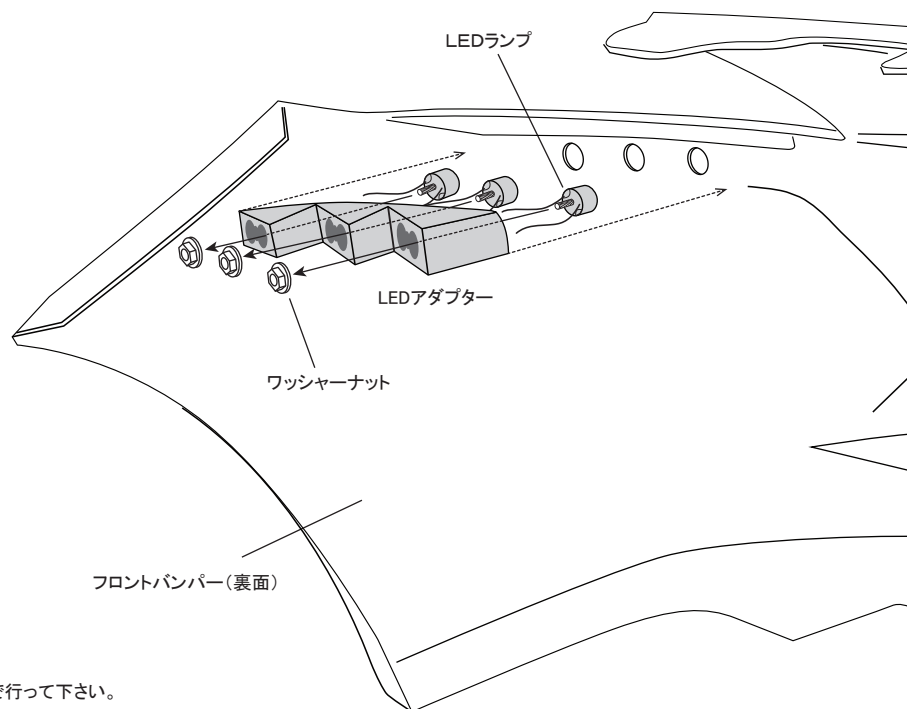

図1
- 2) 図1、図2を参考にLEDランプの配線を行って点灯確認を行って下さい。